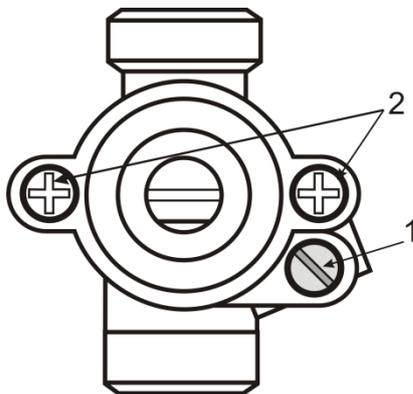

Рис.5. Кран горелки
- С помощью регулировочного винта 1 (рис.5) отрегулируйте подачу газа на горелку. При повороте регулировочного винта по ходу часовой стрелки подача газа на горелку уменьшается, при повороте против хода часовой стрелки – увеличивается.